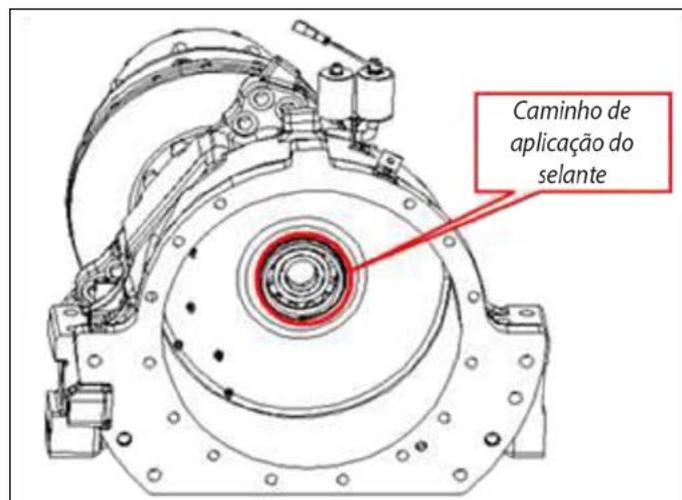

Figura 5-1-24
2. Conforme mostrado na Figura 5-1-24, aplique um círculo completo de selante (Loctite 5460) de maneira uniforme e contínua.